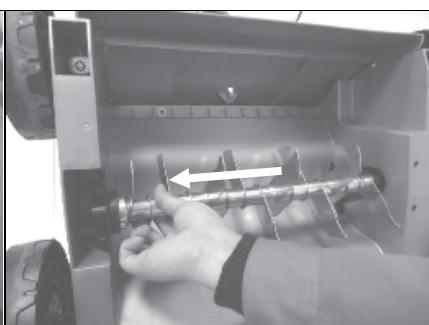

Рис.5B
2. Поднимите ролик с этой стороны и вытяните в направлении, указанном стрелкой. (Рис.5B)